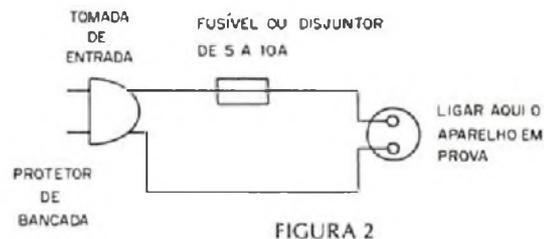

FIGURA 2
b) O aparelho em prova deve ser sempre protegido por um fusível de capacidade equivalente ao dobro da corrente normal de sua operação. Um aparelho de 100W em 110V precisa de uma corrente de 1A. Proteja-o com um fusível de 2A (figura 2).